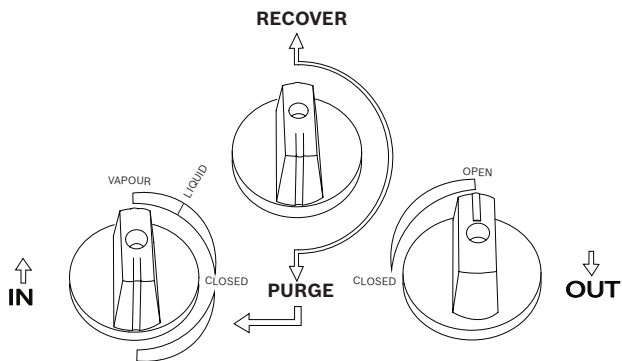

Abb. 5: Ventilstellungen beim Ausspülen von Restkältemittel
4. Den Drehknopf 'Absaugen/Spülen' (schwarz) des RG8.0 / RG4.0 in Stellung **PURGE** (nach unten zeigend) drehen, wie in Abb. 5 dargestellt.
5. Das RG8.0 / RG4.0 einschalten und das Einlassregelventil (blau) des RG8.0 / RG4.0 langsam in Stellung **PURGE** drehen, wie in Abb. 5 dargestellt.